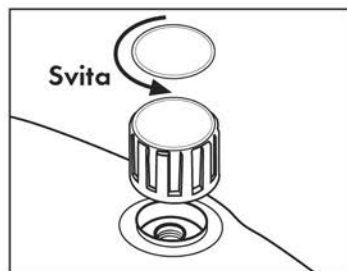

Fig. 16
Descargar la presión en caldera apagando el interruptor caldera (11) y descargando todo el vapor a través del pulsador vapor (18) situado en la empuñadura, luego apagar el interruptor general (10). Después de dejar enfriar adecuadamente la caldera, desconectar el enchufe de la toma de corriente, abrir lentamente el tapón de seguridad (Fig. 16).